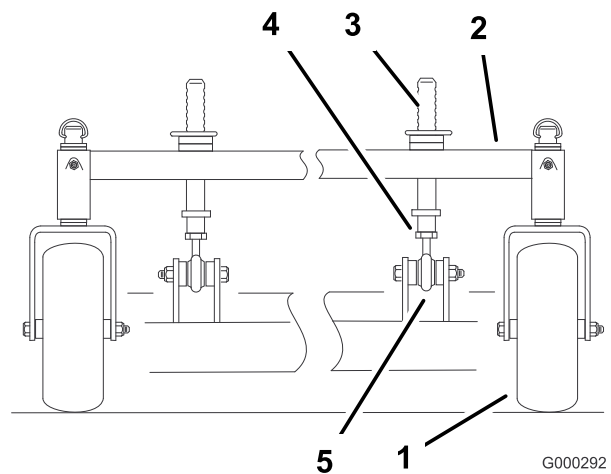

Bild 59
1. Durch Einstellen der vorderen Schnitthöhenstulen lässt sich die Längsneigung einstellen (Bild 59).